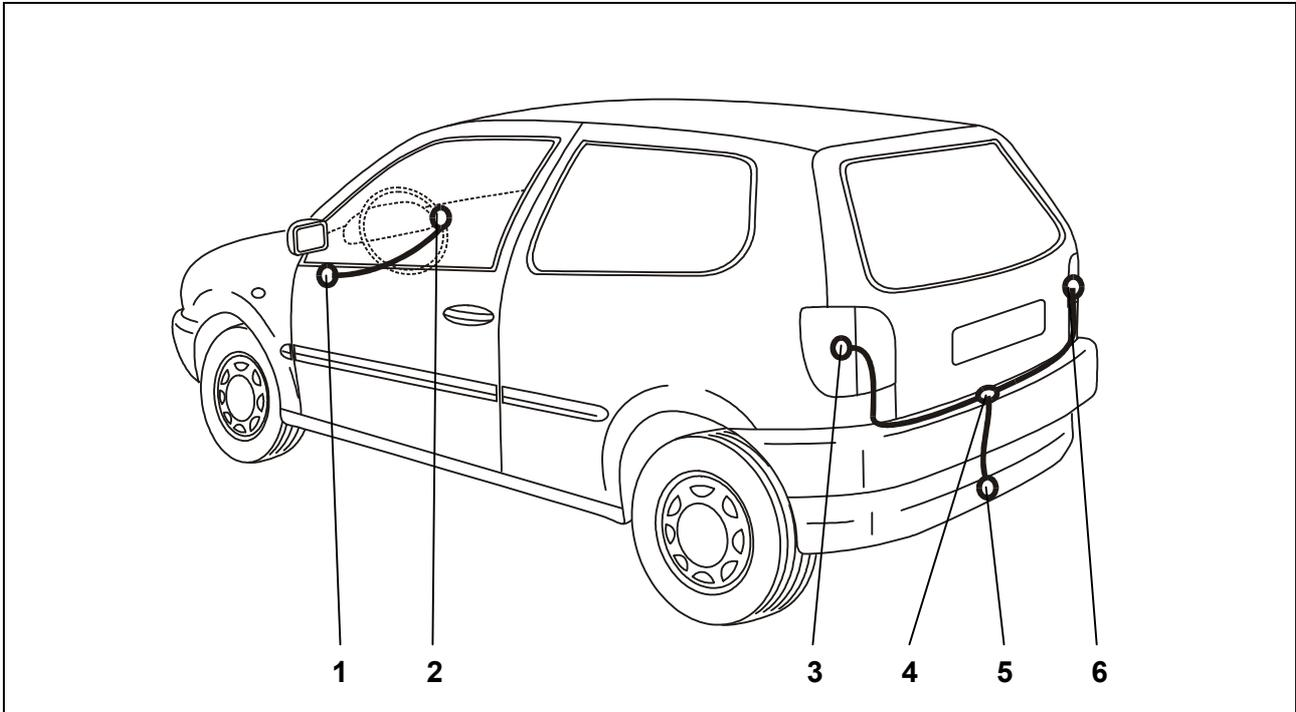

Abb. 1: Einbauübersicht
4. In der Reserveradmulde an geeigneter Stelle (Abb. 1/4) ein 32 mm Loch für die Kabel-Durchführung einbringen.
5. Das Leitungsende des Leitungsstranges durch die Kabel-Durchführung, ausgehend vom Kofferraum, nach außen zum Steckdosenhalteblech (Abb. 1/5) verlegen.
6. Die Gummitülle in die Kabel-Durchführung (Abb. 1/4) einsetzen.
7. Steckdosendichtung aufziehen und den Leitungsstrang gemäß der *Steckdosenbelegung* am Steckdosengehäuse (Abb. 1/5) anschließen und die Gummidichtung an die Steckdose heranschieben.
8. Die Steckdose mit den beiliegenden Schrauben und Muttern am Halteblech (Abb. 1/5) festschrauben.